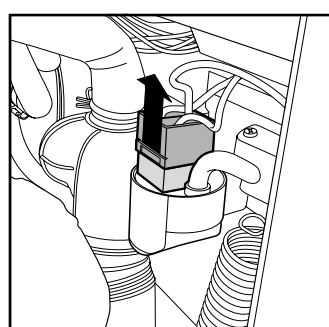

Abb. 3
3. Unterbrechen Sie die Stromversorgung des Entstörers, indem Sie den Verbinder abnehmen (Abb. 3).